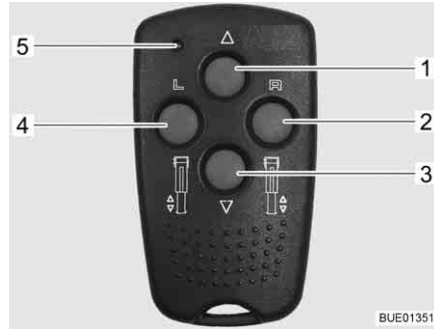

Fig. 38 Controlo remoto para apoios de elevação elétricos
- Pré-seleção: Apoio de elevação do lado esquerdo (Fig. 38,4)
- Pré-seleção: Apoio de elevação do lado direito (Fig. 38,2)
- Recolher o apoio de elevação (Fig. 38,1)
- Extrair o apoio de elevação (Fig. 38,3)
- LED de controlo (Fig. 38,5)
Sempre que uma tecla é pressionada, o LED de controlo (Fig. 38,5) pisca.
- Prima a tecla de pré-seleção para o lado do apoio de elevação (Fig. 38,2 ou 4) aprox. 1 segundo.
- Prima durante 2 segundos a tecla "Extrair apoio de elevação" (Fig. 38,3) e mantenha-a pressionada até o pé de apoio (Fig. 40,4) estar assente no chão.
- Prima durante 2 segundos a tecla "Recolher apoio de elevação" (Fig. 38,1) e mantenha-a premida até o pé de apoio (Fig. 40,4) estar completamente recolhido. Quando o apoio de elevação estiver completamente recolhido, soa um sinal de controlo.